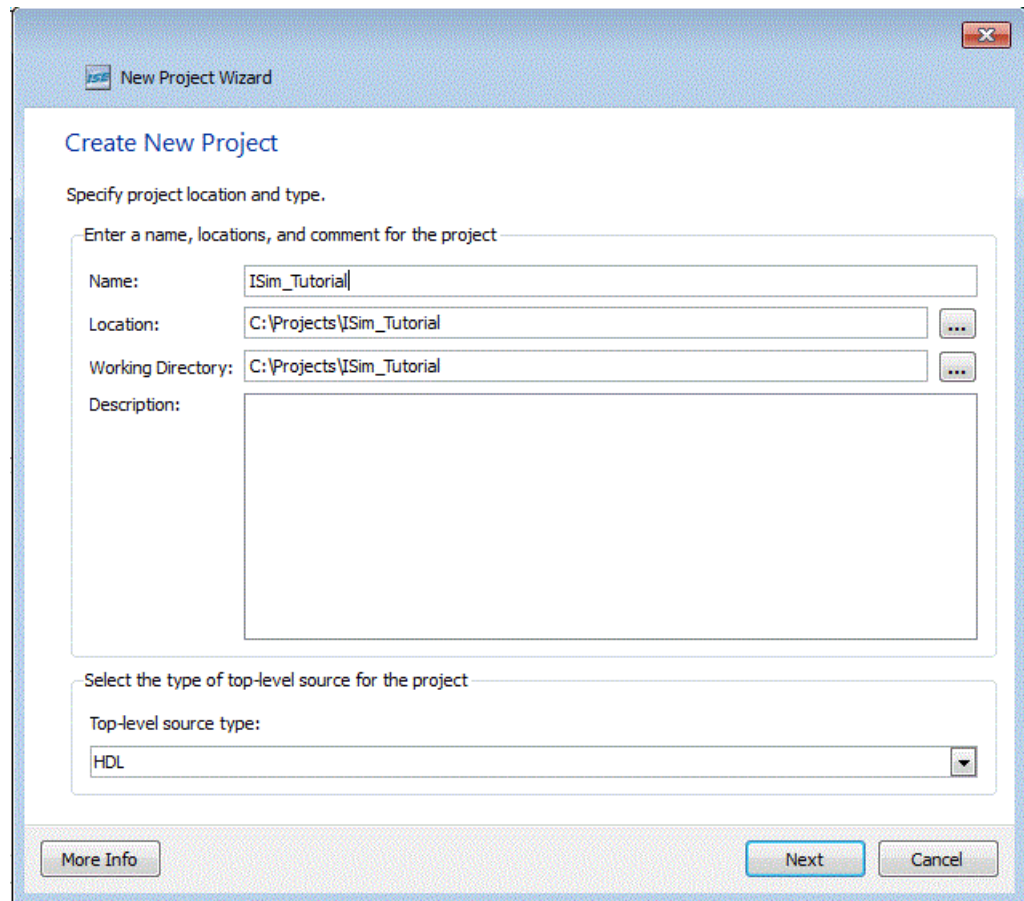

図 2-2 : New Project Wizard : [Create New Project] ページ
3. プロジェクト名およびそのディレクトリを指定します (図 2-2)。